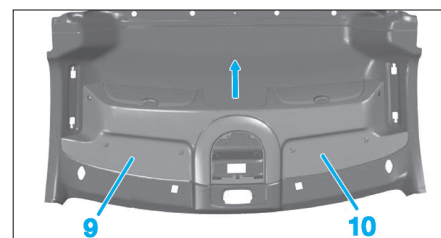

Fig. 43
- Dégrafer la capucine (9) suivant la flèche (Fig.43).
- Déposer la garniture de pavillon (10).